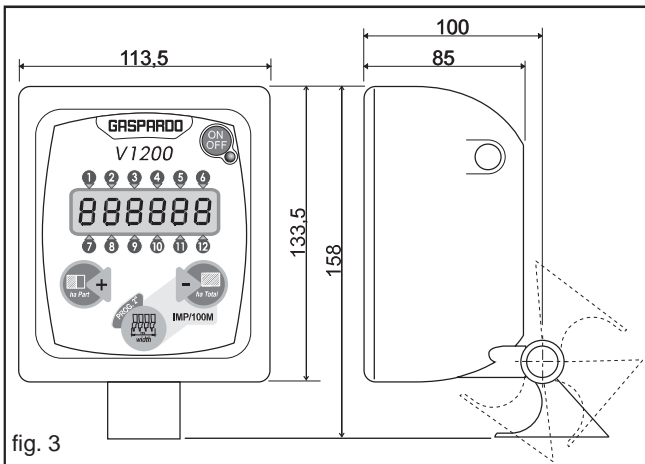

fig. 3
4.1 SYSTEMINSTALLATION (Abb. 3)